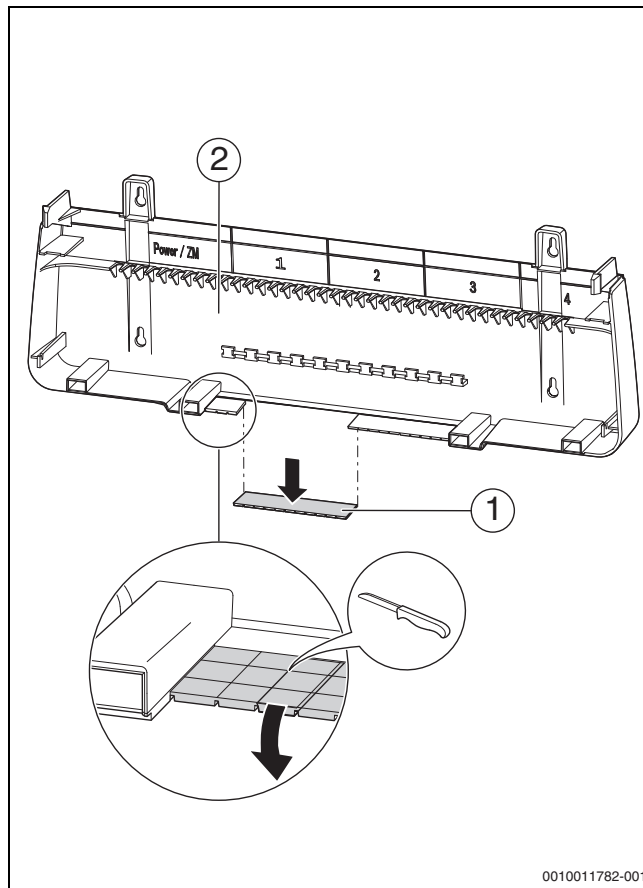

Fig. 39 Pregătirea trecerii cablului
- ▶ Rupeti piesele de rupere (→ fig. 39, [1], pagina 31) din peretele din spate al trecerii pentru cabluri.